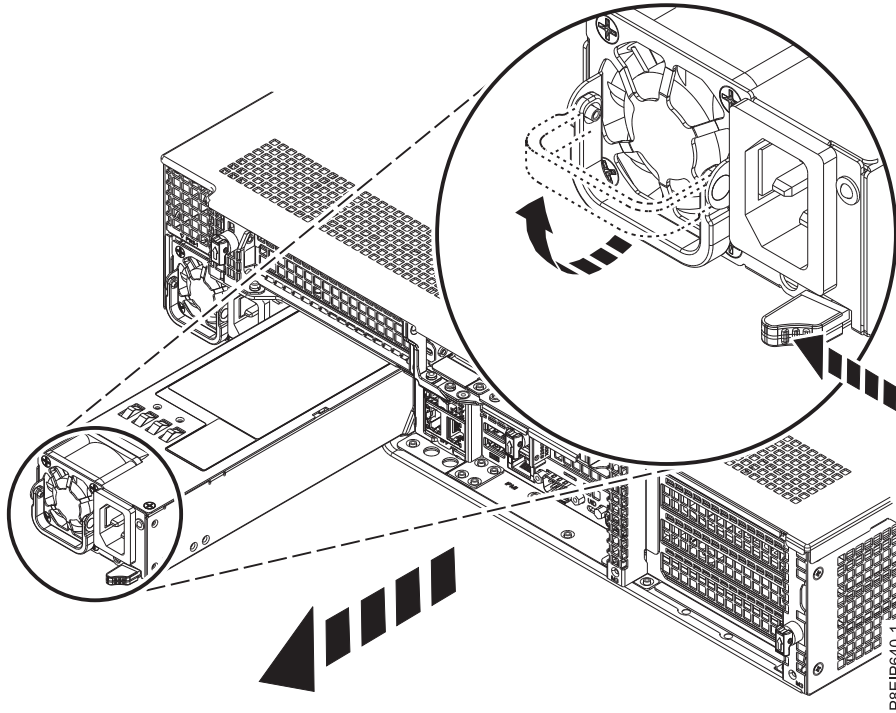

Figura 80. Extracción de una fuente de alimentación del sistema
- a. Para desenganchar la fuente de alimentación de su posición en el sistema, presione la pestaña de sujeción hacia la izquierda, como se muestra en la Figura 80 en la página 84.